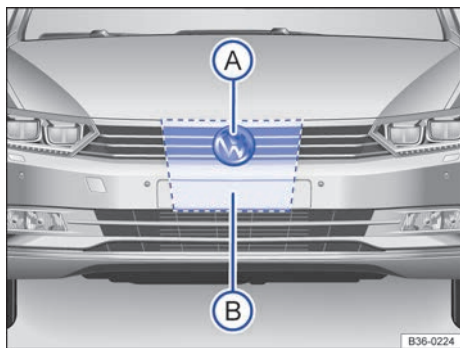

Fig. 225 En la parrilla del radiador, detrás del emblema de Volkswagen: sensor de radar (A) y zona que hay que dejar libre alrededor del sensor de radar (B).
En el paragolpes delantero va montado un sensor de radar para captar la situación del tráfico → fig. 225 (A). Este sensor permite detectar vehículos que circulen por delante a una distancia de hasta 120 m aprox.